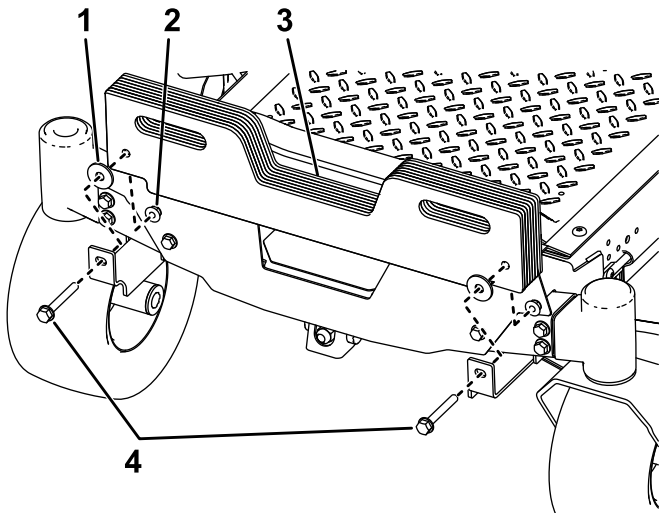

Figura 5
2. Montați greutatele cu mâner la suportii de montare greutate folosind 2 uruburi ($\frac{5}{8} \times 2\frac{3}{4}''$), 2 aibe i 2 contrapiulițe ($\frac{3}{8}''$) aa cum se arată în Figura 5.